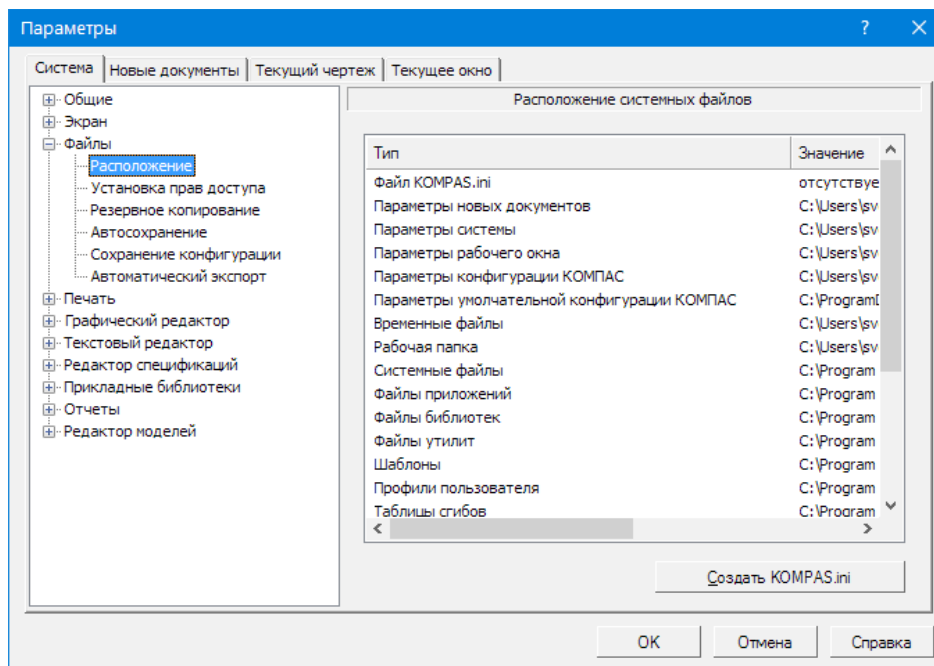

Рис. 4.70
3. В открывшемся окне **Параметры** откройте вкладку **Система** (рис. 4.70).